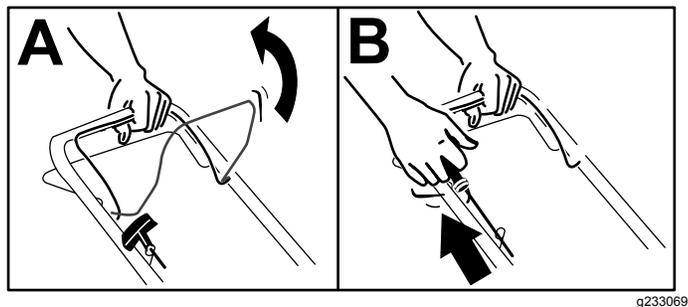

Bild 13
1. Drücken Sie den Schaltbügel gegen den Holm (A in **Bild 13**).
2. Ziehen Sie am Rücklaufstartergriff (B in **Bild 13**).